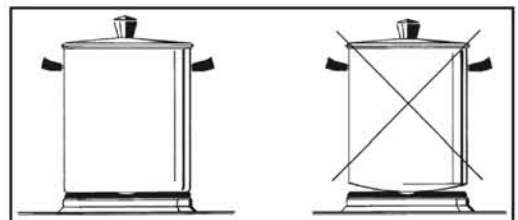

Рис.14
- Используйте посуду с плоским дном и толстыми стенками (см. Рис. 14).